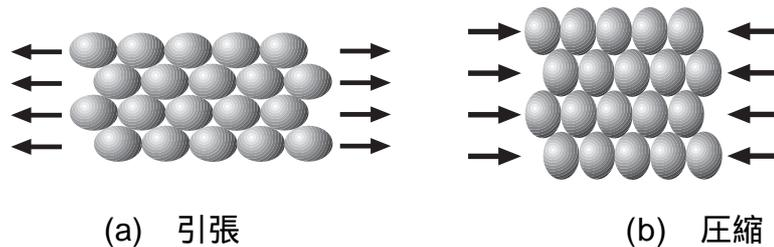

図 1.2.6 鉄原子の変形
(5) なぜ棒が伸縮するかを理解するには、図 1.2.6 を参照されたい。この棒は、鋼材でできているものとする。各々の球は、鉄の原子を表している。鉄の原子が伸縮するから、棒の伸び縮みが生じるのである\*1。
(6) 物質の伸び縮みの性質を表すには、次式のような応力度おうりょくじんぐまとひずみ度いぶしろんを定義すると都合がよい\*2。